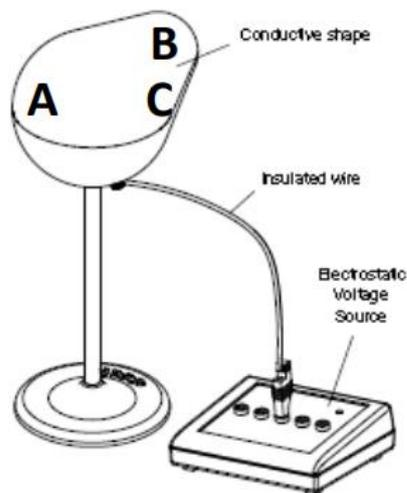

Figura 03: Diferentes regiões do condutor não-esférico.
- d) Encoste o plano de prova em algum ponto da região de maior largura do condutor (ponto A na Figura 03);
- g) Repita todo o procedimento escolhendo outros dois pontos bem distintos da superfície condutora: região de menor largura e região intermediária (respectivamente, pontos B e C na Figura 03), completando a Tabela VI.